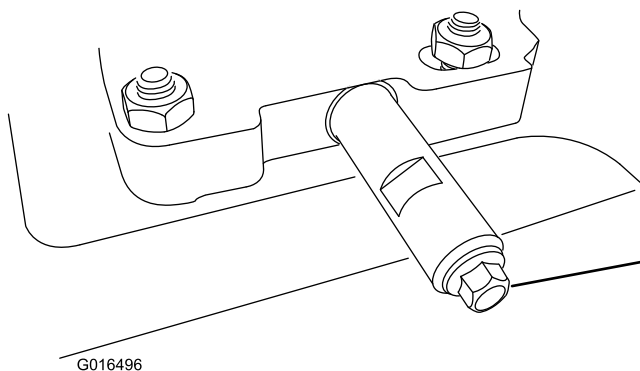

Рисунок 49
1. Очистите поверхность вокруг пробки для слива масла (Рисунок 49).